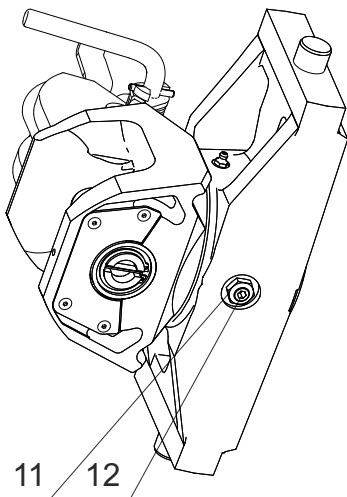

Bild 5
- ⇒ Sechskantmutter (11) SW 19 lockern; Gewindestift (12) mit Innensechskantschlüssel SW 6 verdrehen, bis ein axiales Drehmoment von ca. 30Nm erreicht ist. Rechtsdrehung erzeugt ein höheres, Linksdrehung ein geringeres Drehmoment. Abschließend die Kontermutter (11) wieder festziehen. [Bild 5]